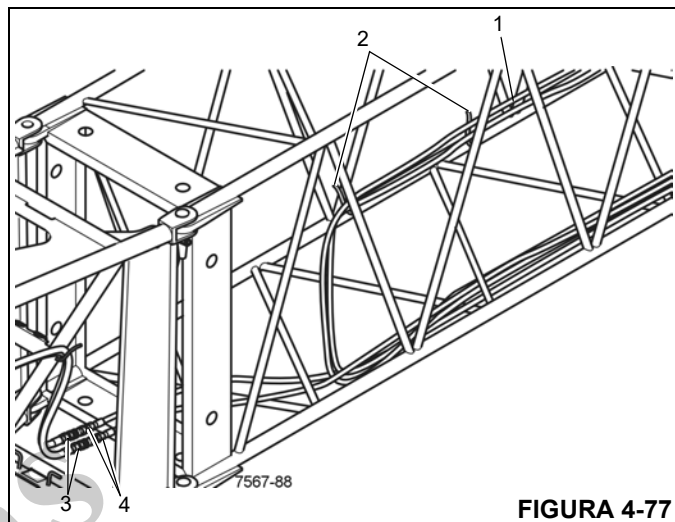

FIGURA 4-77
1. Remova a mangueira longa (1) (Figura 4-77) dos suportes (2) na extensão.
3. Remova as tampas de proteção e conecte as mangueiras das extensões articuladas (3) às extremidades das mangueiras longas (4).
4. Prenda as mangueiras (1) (Figura 4-77) nos suportes (2) para garantir que não sejam danificadas durante a operação.
3. Prenda as mangueiras (2) no suporte (3) na seção de 36 pés (11 m).
4. Recolha as mangueiras longas (1) (Figura 4-77) nos suportes (2) fornecidos.